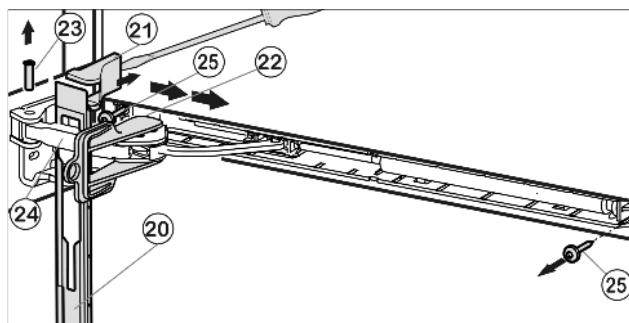

Fig. 10
- ▶ Сдвиньте накладку над амортизационной скобой *Fig. 10 (24)* в направлении устройства вперед.
- ▶ Зафиксируйте предохранитель *Fig. 10 (22)* в продольном пазе.
- ▶ Подденьте крышку *Fig. 10 (21)* отверткой с внешней стороны и снимите в направлении наружу.
- ▶ Выдавите палец *Fig. 10 (23)* снизу.
- ▶ Нажмите амортизационную скобу *Fig. 10 (24)* в направлении дверцы.
- ▶ Снимите накладку *Fig. 10 (20)*.
- ▶ Открутите весь узел амортизатора закрывания дверцы (2 шт. Torx® 15) *Fig. 10 (25)*.